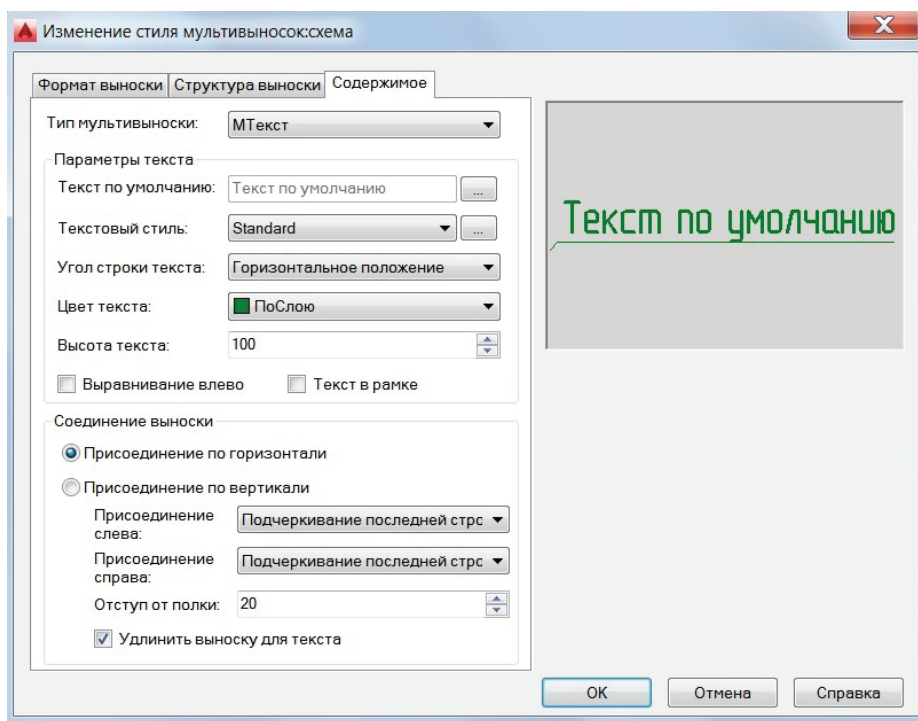

Рис. 2.5.38. Изменение стиля мультивыносок: схема.
- Вкладка **Содержимое** (рис. 2.5.38).